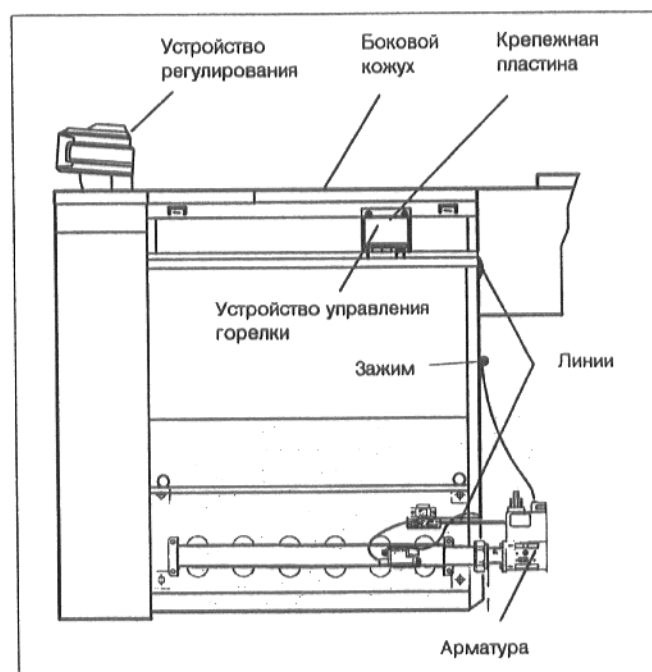

Рис. 47
- Привинтить крепежную пластину устройства управления горелки 2 самонарезающими винтами к боковым кожухам (рис. 47).
- Линию датчика отходящего газа провести через кабельный канал к держателю и установить датчик отходящего газа на держателе (рис. 47а/48).
Рис. 47а